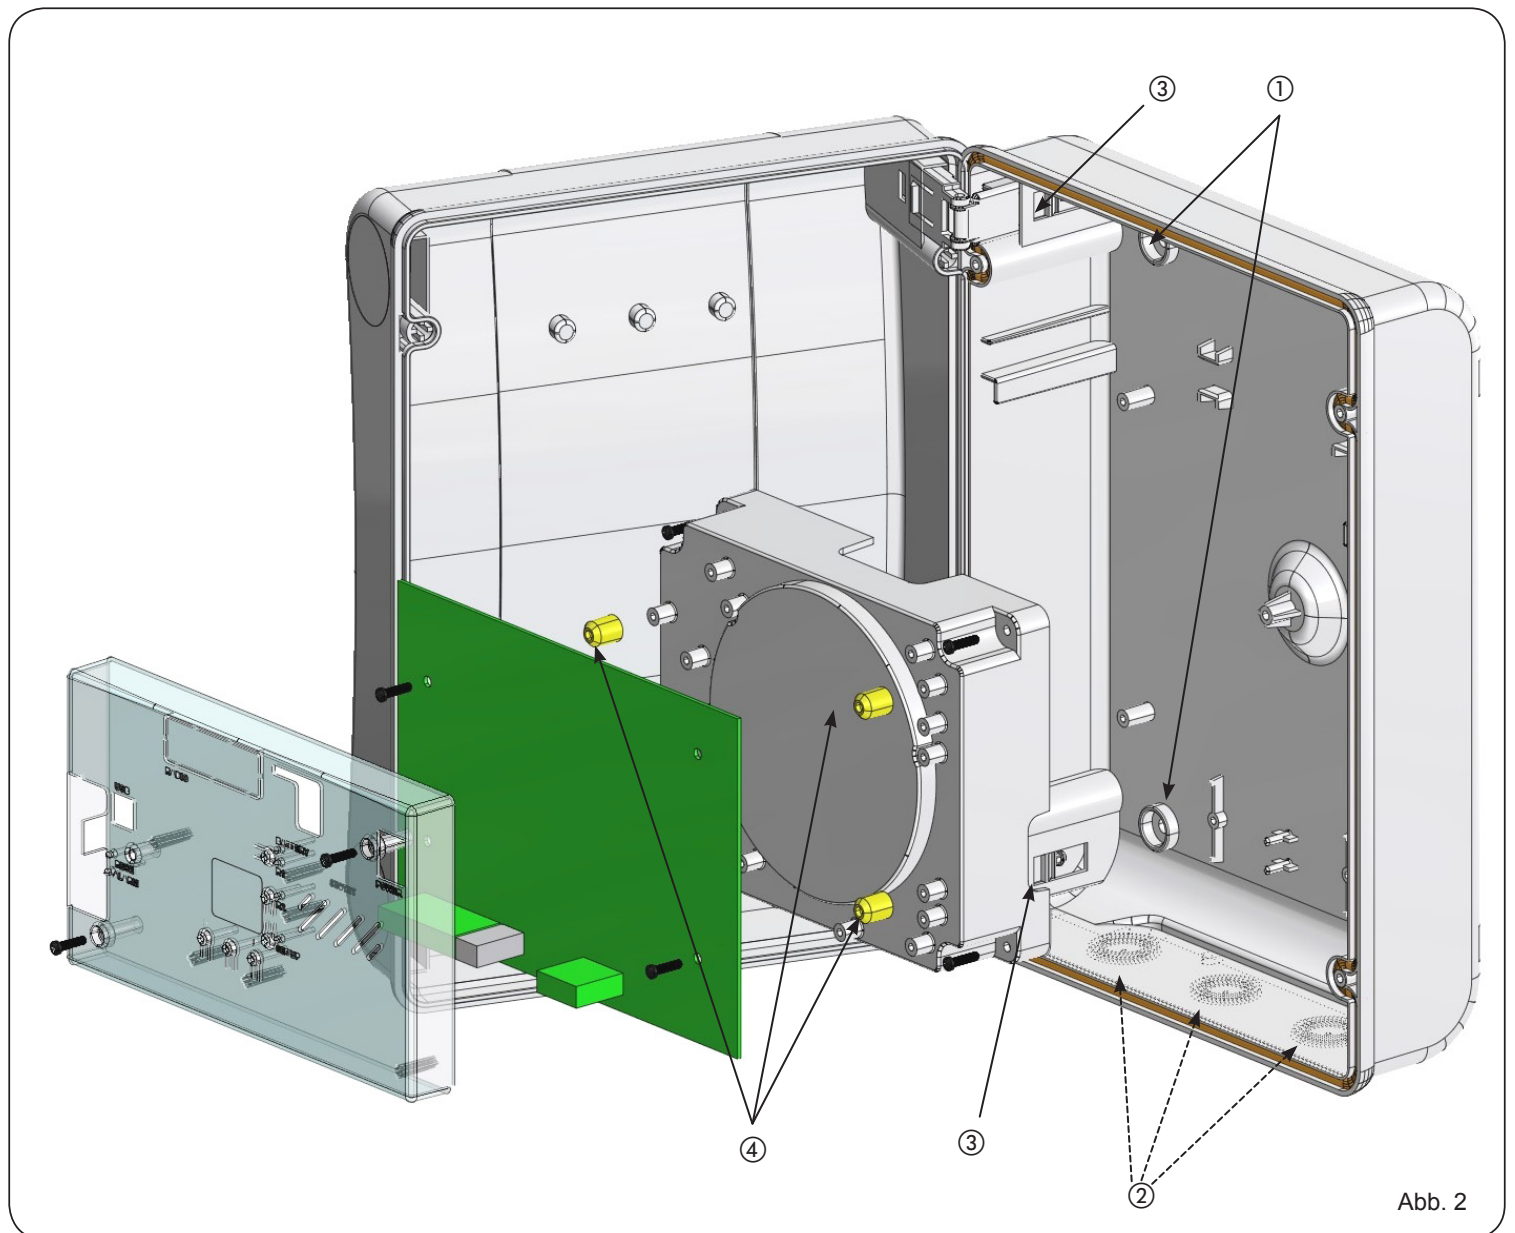
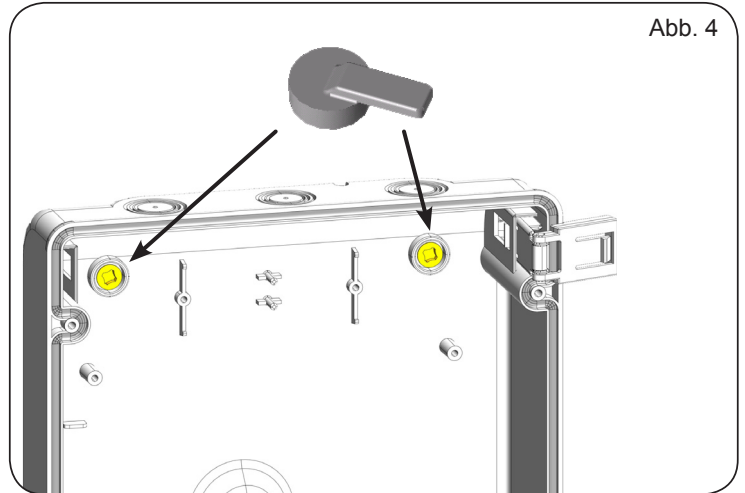

Abb. 2
Abb. 4
In der Abb. 2 sind die vier Bohrungen Ø 5 mm für die Wandbefestigung des Kastens (Bez. ①), die drei Vorrichtungen für die Montage der Kabelverschraubungen M16/M20/M25 (Bez. ②) und die beiden Deckelscharniere (Bez. ③) dargestellt.
Nach der Befestigung des Kastens an der gewählten Position die Befestigungsöffnungen (Bez. ①, Abb. 2) sowie die verwendeten Schrauben mit den mitgelieferten Abdeckungen abdecken (siehe Abb. 4).